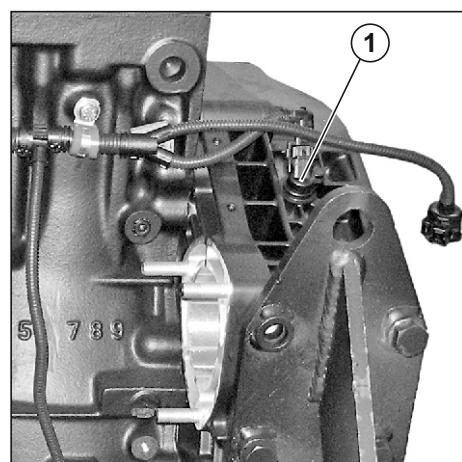

Рис. 126. Снятие датчика частоты вращения двигателя.
1. Отсоединить и вывернуть датчик частоты вращения двигателя из картера маховика (1) (см. Рис. 126).